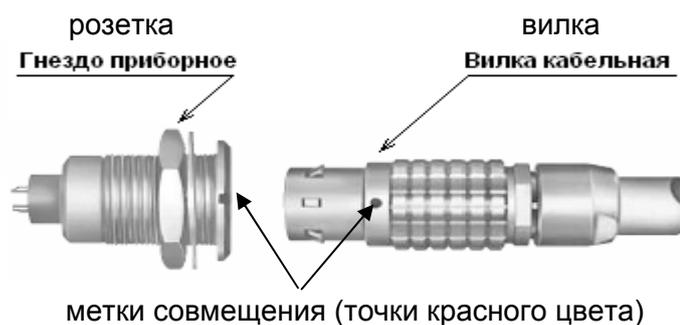

Рис. 4. Разъемы фирмы LEMO, используемые в приборе
-при подключении убедиться, что метки (красные точки) на вилке и розетке совмещены, и только после этого защелкнуть разъем (Рис. 4);